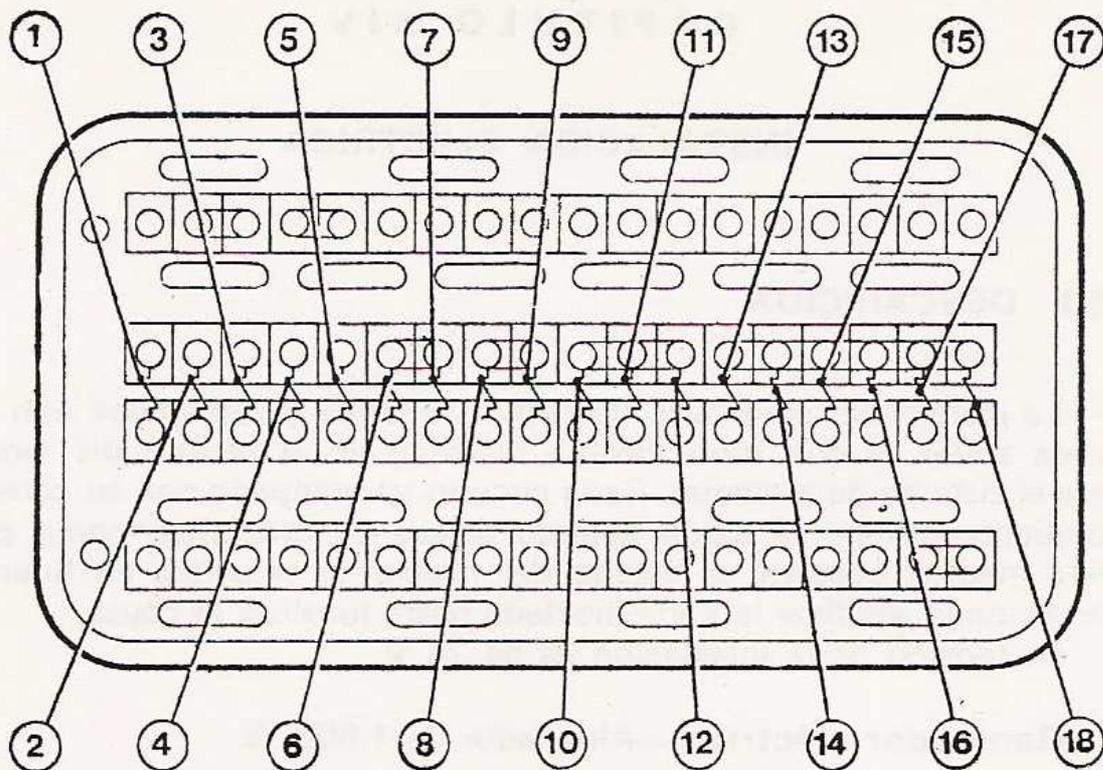

Fig. 14.1. - Detalle de la caja de fusibles principal.
- 2) La caja de fusibles principal se compone de 2 fusibles de 30 Amp. y 16 de 15 Amp. (fig. 14.1), situada a la derecha del conductor.